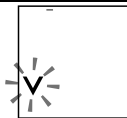

Рис.8
1. Нажмите кнопку START/STOP. На дисплее замигает символ срабатывания «V» и прибор выпустит остатки воздуха из манжеты (рис.8).